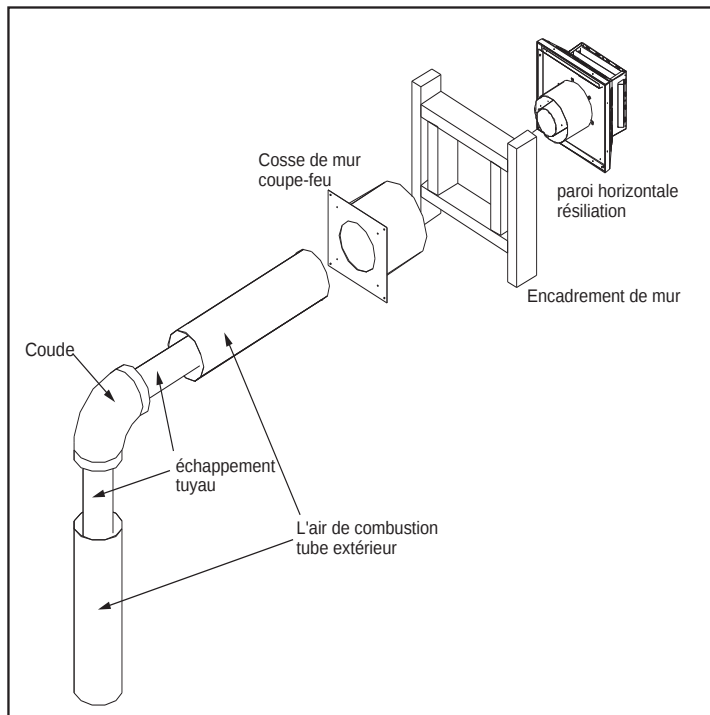
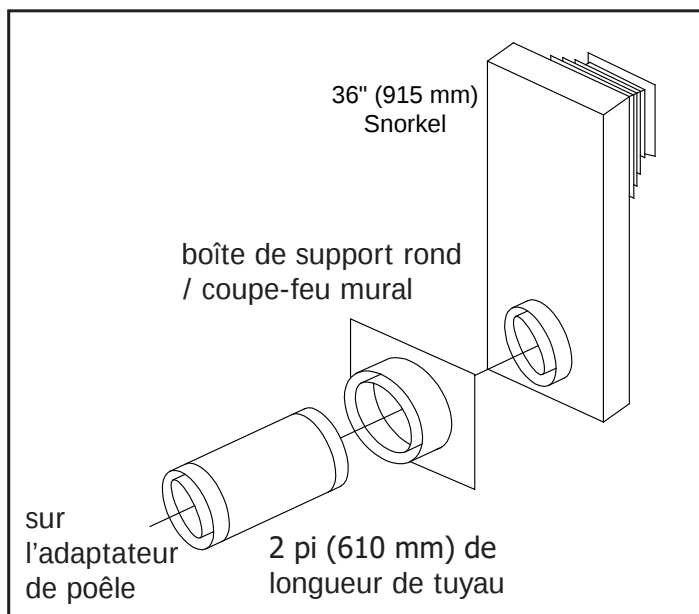

Figure 17: Installation horizontale commune
Figure 19: L'Installation snorkel commune
Il ya trois (3) types d'installations direct du système de ventilation. Les trois (3) types d'installations sont présentées dans les Figure 17 à Figure 19.